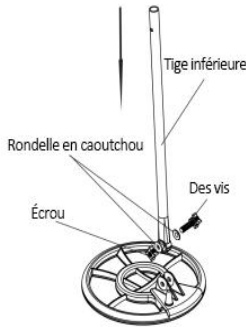

Fig.2
1. Détendez le bouton de verrouillage (Lock knob) sur le lien inférieur (lower stem) et retirez le boulon (bolt). Installez le lien inférieur sur la sonde et verrouillez-le (Voi Fig.2). Notez que les rondelles en caoutchouc doivent être pressées correctement.